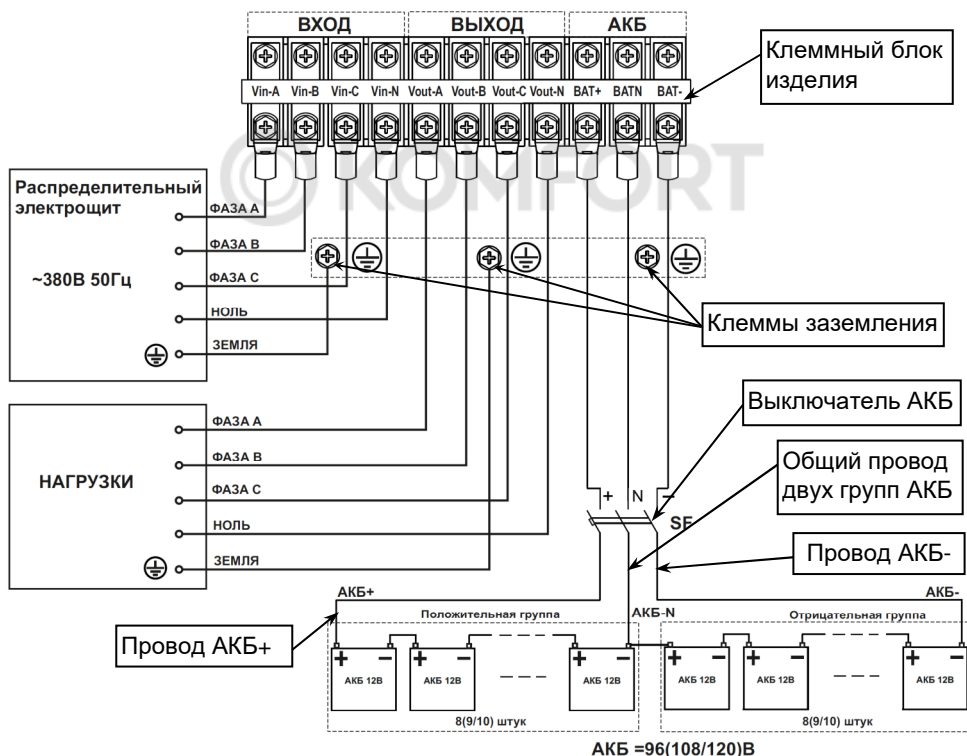

Рисунок 23 — Схема подключения изделия и монтажа аккумуляторной батареи.
Между АКБ и изделием должен быть подключен DC — совместимый термоманитный защитный автоматический выключатель SF, на номинальный ток 63А, (или комплект предохранителей), расположенный как можно ближе к АКБ, см. рисунок 23.
Автоматический выключатель SF следует перевести в выключенное положение и затем выполнить, **с соблюдением полярности**, последовательное соединение батарей 12В, в соответствии с двуполярной схемой (см. рисунок 23) при помощи перемычек АКБ (НЕ входят в комплект поставки).
- подключение кабелей к клеммному блоку выполняйте в соответствии со схемой (см рисунок 23) и маркировкой, нанесенной на клеммном блоке изделия;
- подключите провода заземления кабелей подключения питающей сети и нагрузки к клеммам заземления (см. рисунок 23);
- Включите защитный автоматический выключатель АКБ (SF) (см. рисунок 23), подождите около 30 секунд;